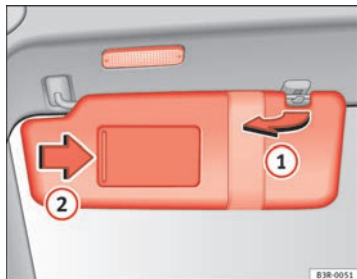

Fig. 99 Tendina parasole
Le alette parasole per il conducente e per il passeggero possono essere staccate dai supporti centrali e ruotate verso le porte (1) ⇒ fig. 99.